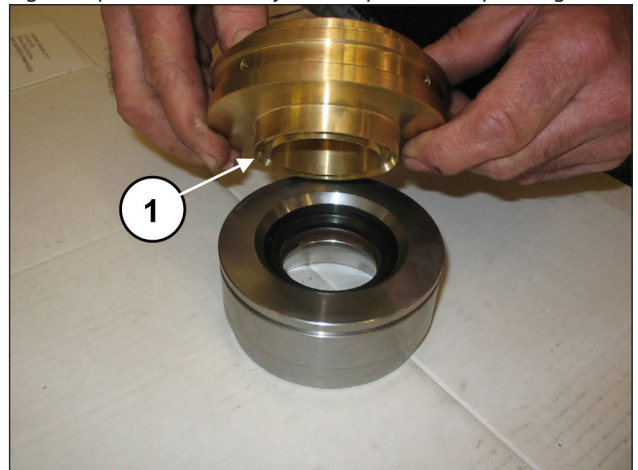
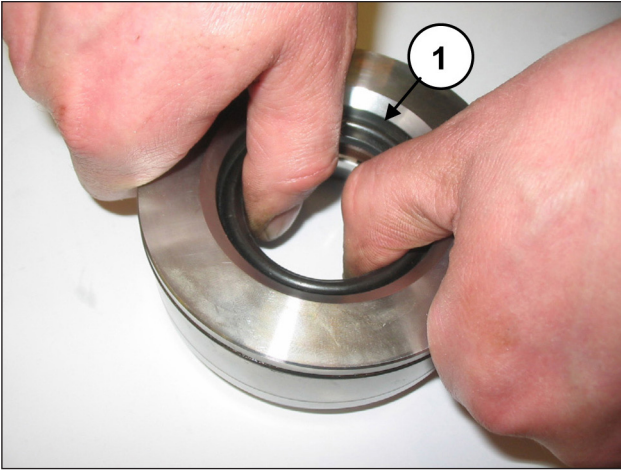

Fig. 121
Fig. 122
Désassembler le support des joints de la chemise (rep. ①, Fig. 121) pour accéder aux joints de pression (rep. ①, Fig. 122).